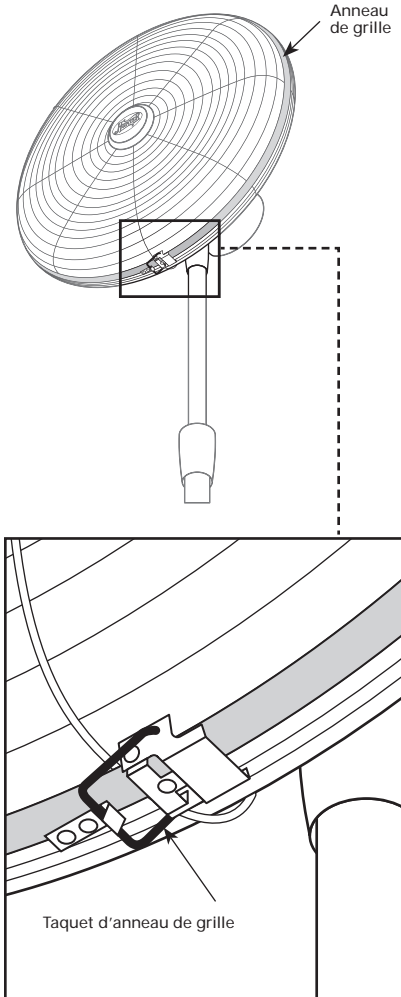

FIGURE 12
27. Placer l'anneau de grille autour des couronnes de grille avant et arrière, avec son ouverture à la base des couronnes. Enclencher les deux extrémités de l'anneau de grille et les fixer avec le verrou de l'anneau. Voir Figure 12.